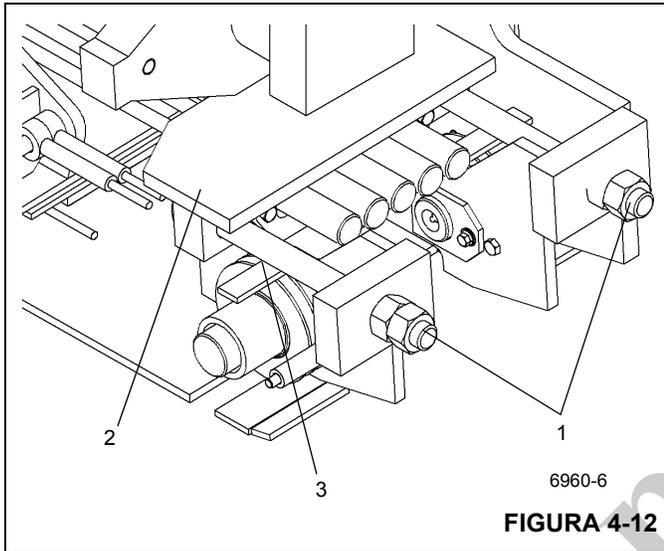

FIGURA 4-12
14. Saque los dos pernos de ajuste (1) del miembro soldado del carruaje del cable de extensión (2) (Figura 4-12).
15. Saque los dos pernos que fijan la placa retenedora (3) a la parte inferior del carruaje y retírela de los extremos de los cables (Figura 4-12).